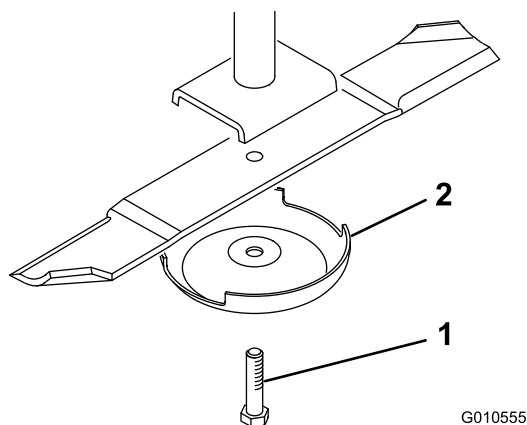

Figura 21
2. Fixe a extremidade da lâmina utilizando um pedaço de tecido ou uma luva grossa. Retire o parafuso da lâmina, o recipiente anti-danos e a lâmina do eixo (Figura 21).